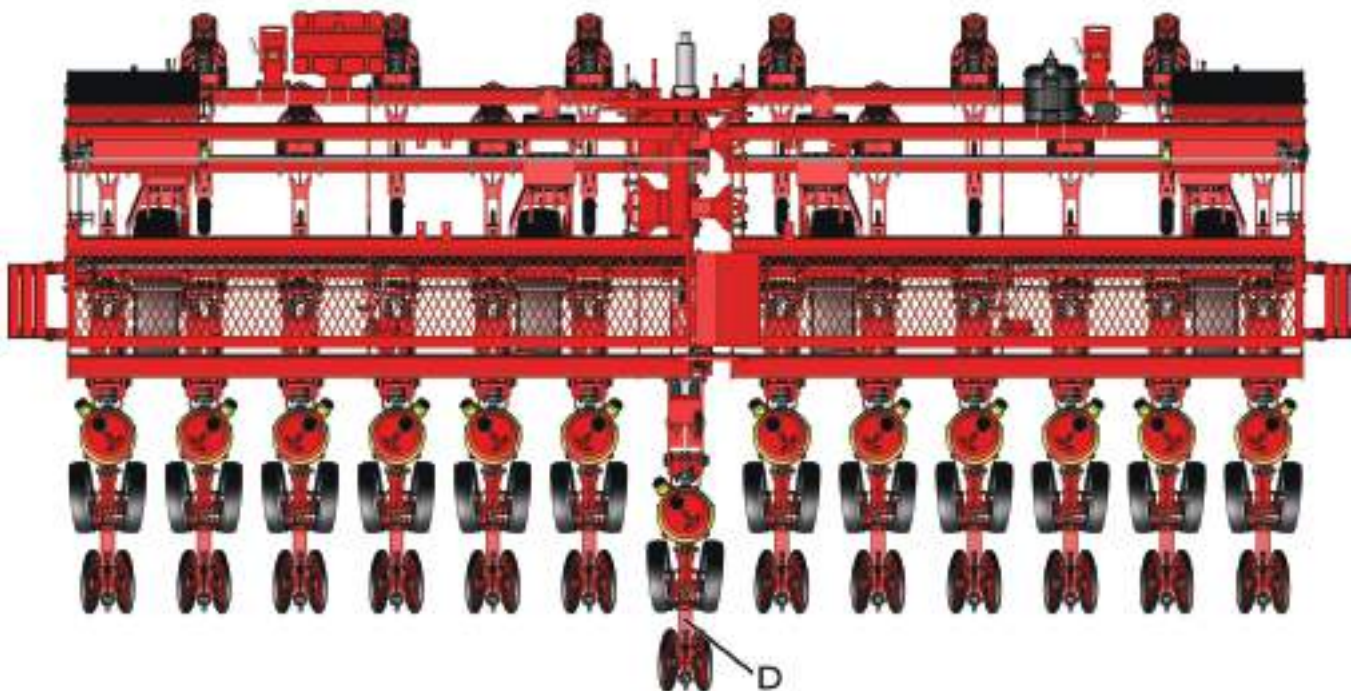

fig. 142
O implemento possui uma linha de semente longa (D) (*fig. 142*) afim de evitar o contato com as demais linhas durante o plantio e articulação.